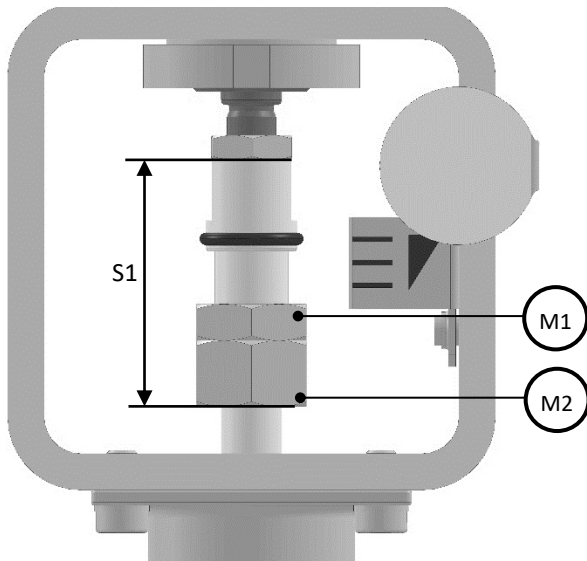

Abbildung 4: Schließbegrenzung MA8 & MA10
- Mutter M2 bis zum Anschlag nach unten schrauben (siehe *Abbildung 4*).
- Mutter M2 bis zum Anschlag nach oben schrauben (siehe *Abbildung 4*)